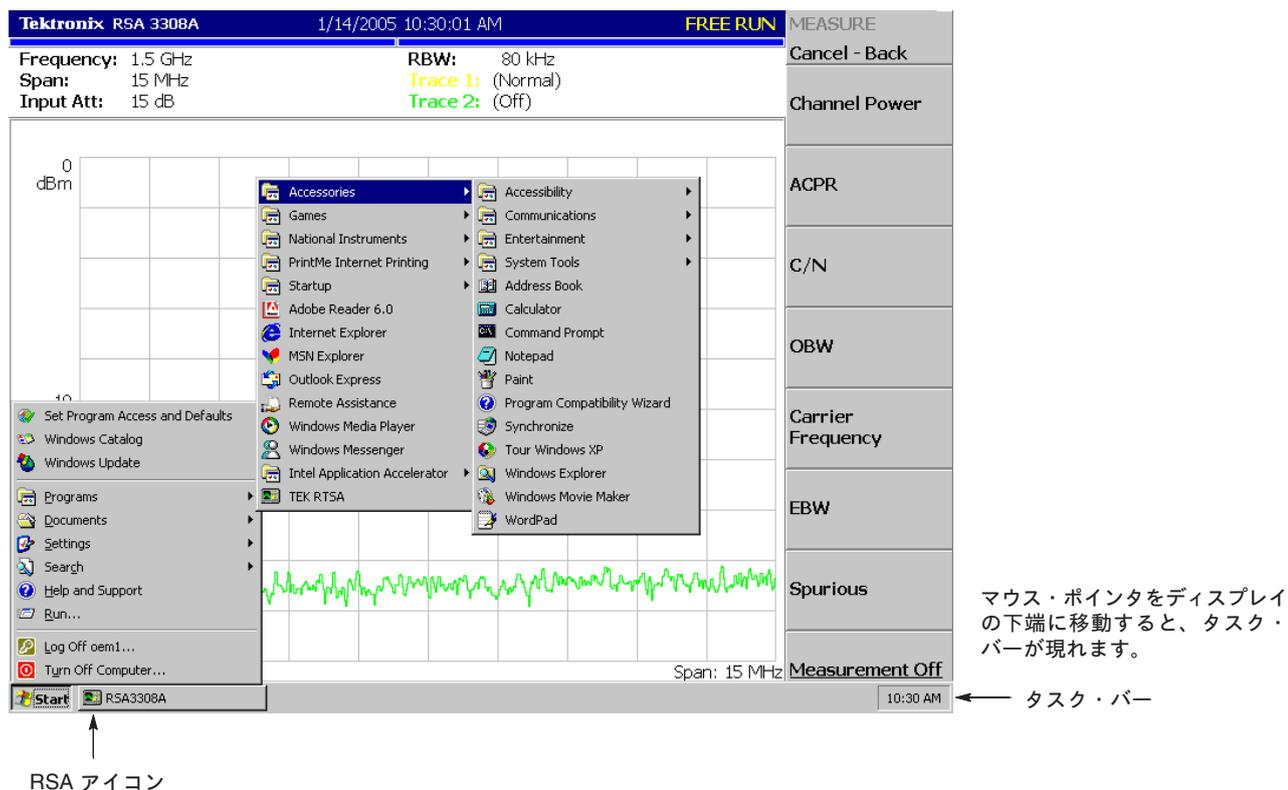

図 3-21 : Windows XP アクセサリ・メニューの表示
2. マウスを使い、ポインタをディスプレイの下端に移動します（図 3-21 参照）。